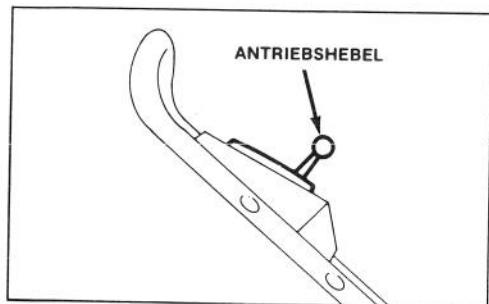

Abbildung 8
1. BEDIENUNGSELEMENTE (Abb. 8) — Antriebshebel/Choke befinden sich am oberen Griff.
2. ANLASSEN DES MOTORS (Abb. 8) — Kabel auf die Zündkerze stecken, Antriebshebel auf CHOKE stellen, Den saumen auf das Loch in der Mitte des Tupfers setzen und ein Mal drücken. Seilstarter ziehen und wenn der Motor anspringt, Gas entsprechend einstellen.
3. ABSTELLEN DES MOTORS (Abb. 8) — Antriebshebel auf AUS stellen, um den Motor und das Messer abzustellen. Kabel aus der Zündkerze herausziehen, wenn der Mäher nicht beaufsichtigt oder benutzt wird.